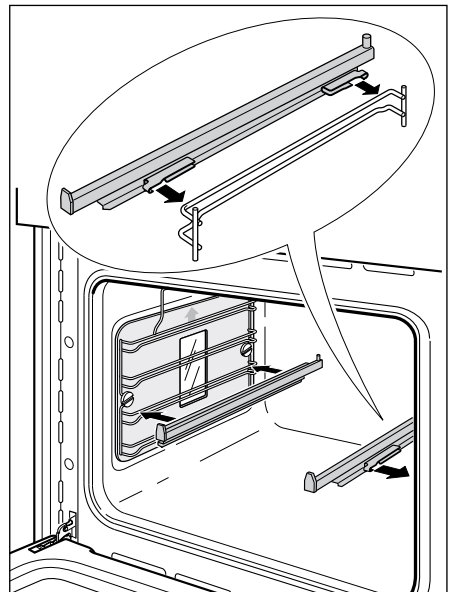

Fig.39 Remontage des supports de grille coulissants
- 2 Installez le support de grille coulissant sur le fil supérieur d'un niveau de cuisson et appuyez (Fig. 39). Un déclic sonore se produit lorsque les verrous de sûreté s'agrafent sur le fil.
- Installer les coulisses de façon à ce qu'elles se déploient vers la porte du four, comme le montre la Fig. 39